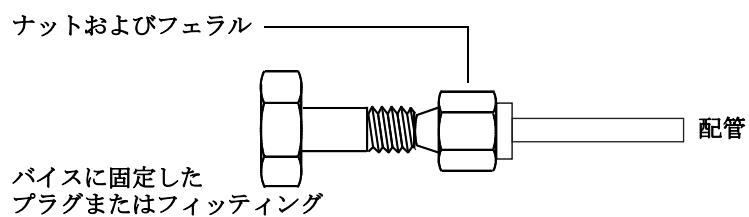

図 8 フィッティングの組み立て
- 3 配管をステンレス製のプラグに押し込みます（図 8）。